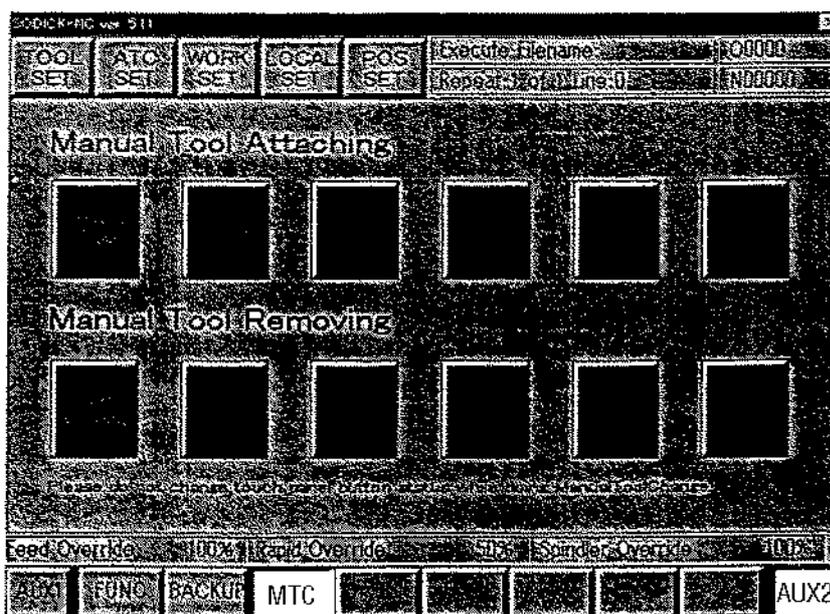

рис. 4
(1) Изображается экран (смотри рис. 4). На панели закрепления инструмента нажмите кнопку **[Return XZ posi]** для перемещения осей **X** и **Z** в исходные позиции режима **MTC**.